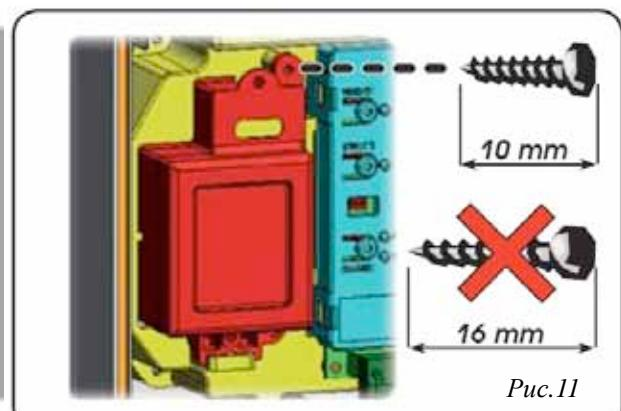

Рис.11
2. Вставьте батареи внутрь корпуса, который Вы только что подготовили и закрепите их саморезами (Рис.11).